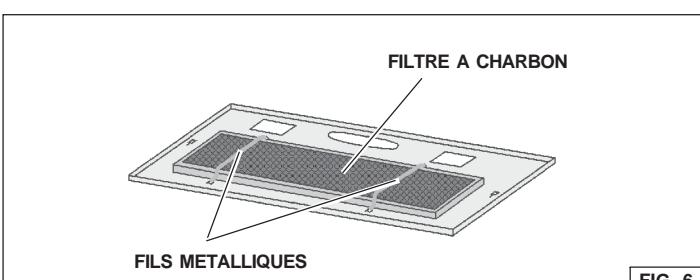

FIG. 6
- Installez le filtre à charbon sur le filtre à graisse et assujettissez-le au moyen des fils métalliques fournis avec le filtre à charbon (Fig. 6).
2. Otez les fils métalliques (Fig. 6) et remplacez le filtre à charbon.